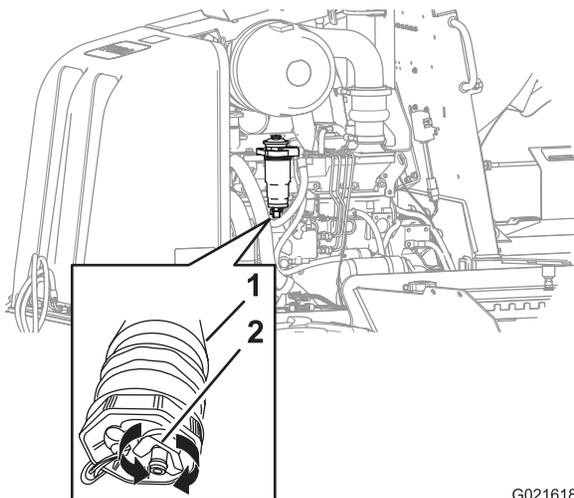

Figure 52
2. Placez un petit bac de vidange sous l'élément secondaire du filtre à carburant (Figure 52).
3. Tournez le robinet de vidange au bas du de l'élément secondaire de 2 ou 3 tours dans le sens antihoraire, et videz l'eau et les sédiments présents dans le séparateur carburant-eau du filtre à carburant (Figure 52).
4. Lorsque du carburant propre s'écoule du filtre, tournez le robinet de vidange dans le sens horaire pour le fermer (Figure 52).